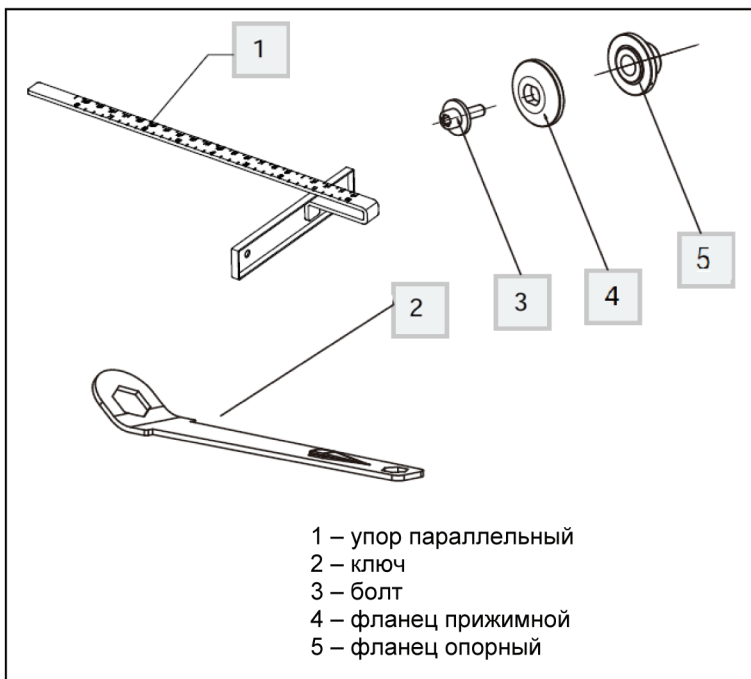

Рис. 2
3. С помощью ключа (поз. 2, Рис. 2) открутить болт (поз. 3, Рис. 2)
5. Снять прижимной фланец (поз. 4, Рис. 2) и пильный диск.